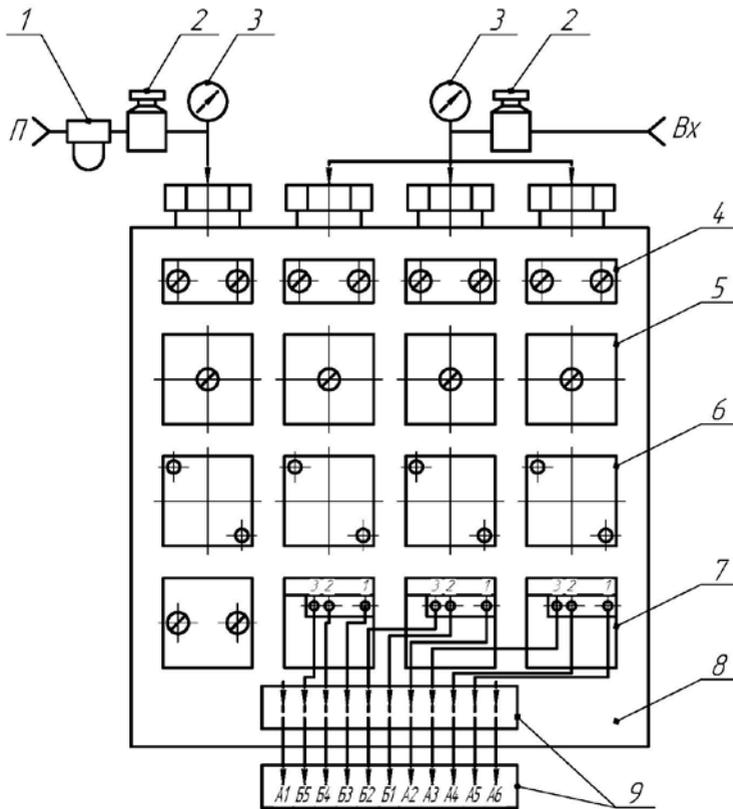

Рис. 3
На линии питания преобразователя устанавливается фильтр воздуха (1) и стабилизатор давления воздуха (2) с показывающим прибором (3) (рис.3).